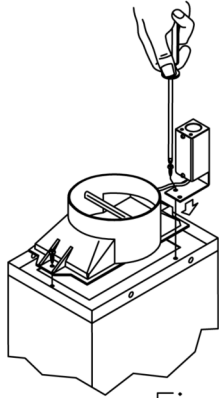

Fig.1
- Conectar la pieza cónica de salida, suministrada con la campana (diámetro 6") a un producto de evacuación conectado directamente con el exterior. (Fig.1)
- Atomillar la caja de conexiones según Fig. 1 con los dos tornillos de 1/8" x 11/16" que se suministran en la bolsa de accesorios.
- Extienda tres cables, dos de alimentación y uno de tierra, desde la caja de empalmes de la campana hasta una caja de empalmes próxima al lugar de instalación. Ver Fig. 1 Ref A